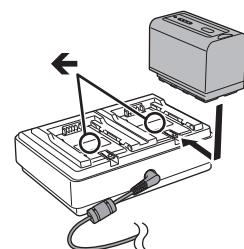

図 3
**4** バッテリーチャージャーにバッテリーを取り付ける。(図3)